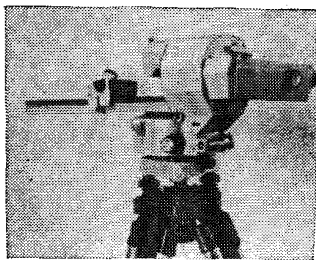

Рис. 27. Тахеометр внутрибазный ТВ
4.12. Внутрибазный авторедукционный тахеометр ТВ (рис. 27) предназначен для тахеометрических съемок труднодоступных участков, съемки горных выработок, для работы на строительных площадках, а также в городах с интенсивным движением. Рекомендуется применять при съемке в масштабах 1:500, 1:1000.